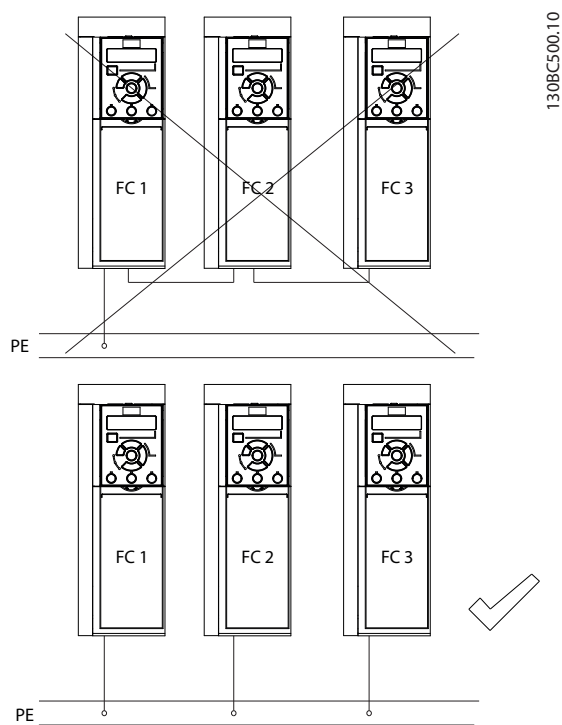

Bild 4.1 Jordningsprincip
- "Kedjejorda" inte frekvensomriktare med varandra (se *Bild 4.1*).